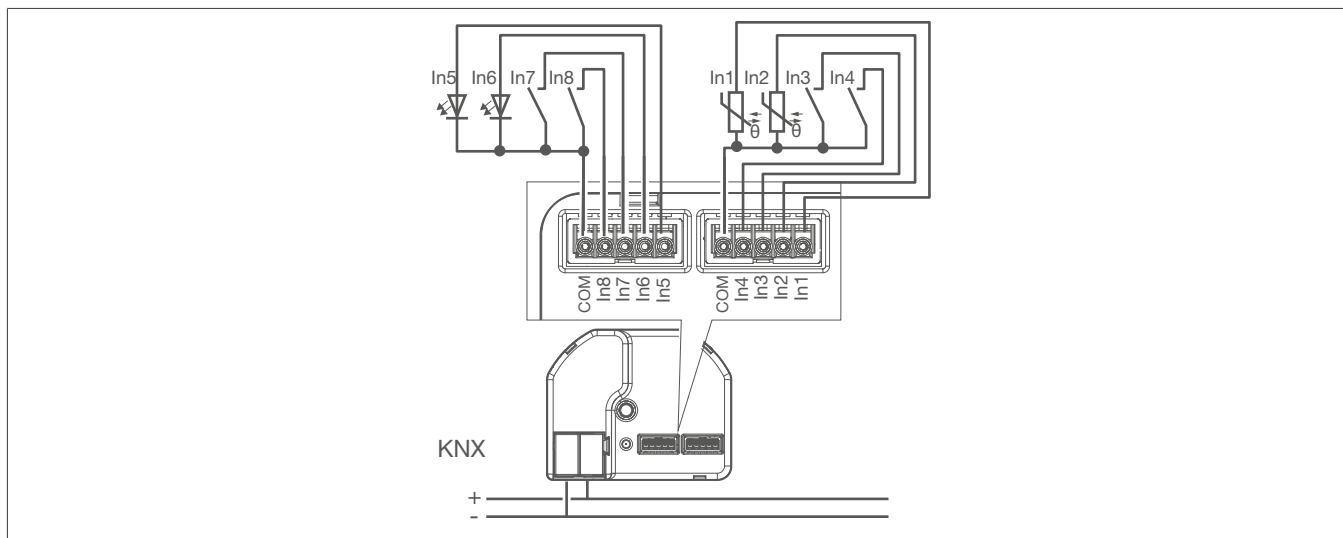

Bild 4: Anschlussbeispiel Tasterschnittstelle 8fach
- 4 Taster, Schalter, Kontakte, LED oder NTC gemäß Anschlussbeispiele mit beigelegten Anschlussleitungen (Bild X) anschließen (Bild 4). Nicht verwendete Adern sind zu isolieren.